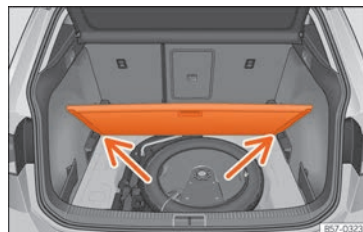

Fig. 181 Plancher de coffre à bagages modulable : position inclinée.
- Appuyez le plancher contre les logements prévus à cet effet » fig. 181 (flèches).